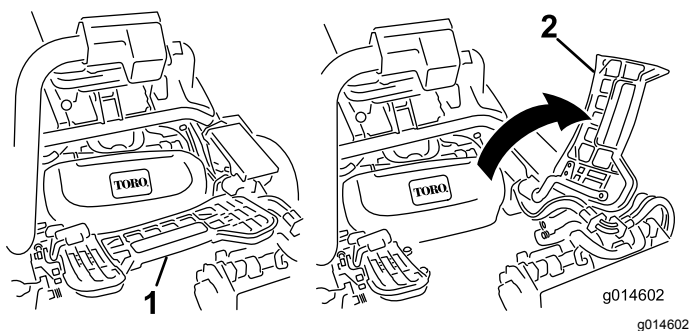

Bild 45
1. Heben Sie die Fußplattform an und schwenken sie in die geöffnete Stellung, um die Stellung der mittleren Schneideinheit zugänglich zu machen (Bild 45).